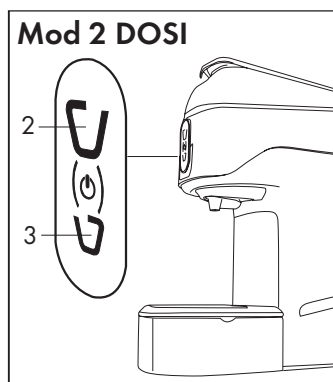

Fig. 4
- Accendere la macchina premendo uno dei simboli(2) o(3) **(Fig.4)** I simboli (2-3) lampeggeranno ad intermittenza, fino al raggiungimento della temperatura; quando i simboli (2-3) si illuminano in modo fisso, la macchina è pronta per l'utilizzo.
Per utilizzare nuovamente la macchina premere un simbolo erogazione (2-3) ed attendere il riscaldamento: i simboli di erogazione (2-3) lampeggeranno ad intermittenza, fino al raggiungimento della temperatura; quando i simboli(2-3) si illuminano in modo fisso, la macchina è pronta per l'utilizzo. **(Fig.4)**.
La macchina può essere spenta premendo e tenendo premuto contemporaneamente per 5 secondi i simboli (2-3) **(Fig.4)**
- Controllare che non ci siano capsule all'interno della macchina e che ci sia acqua nel serbatoio (8); accendere la macchina premendo uno dei simboli(2-3) o contemporaneamente i 2 simboli (2-3) **(Fig.4)**